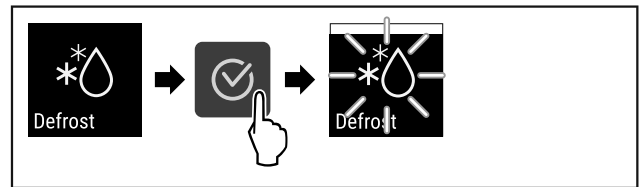

Fig. 86
- ▷ Suorita toimenpidevaiheet (katso Fig. 86) .